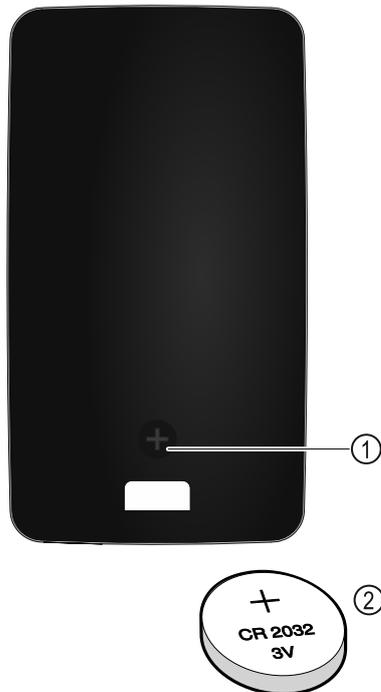

Fig. 223
L'alimentation électrique de la télécommande est assurée par une pile de type CR 2032 de 3 V Fig. 223 (2), disponible auprès des commerçants spécialisés.
- ▶ Dévisser la vis Fig. 223 (1) au dos de la télécommande.